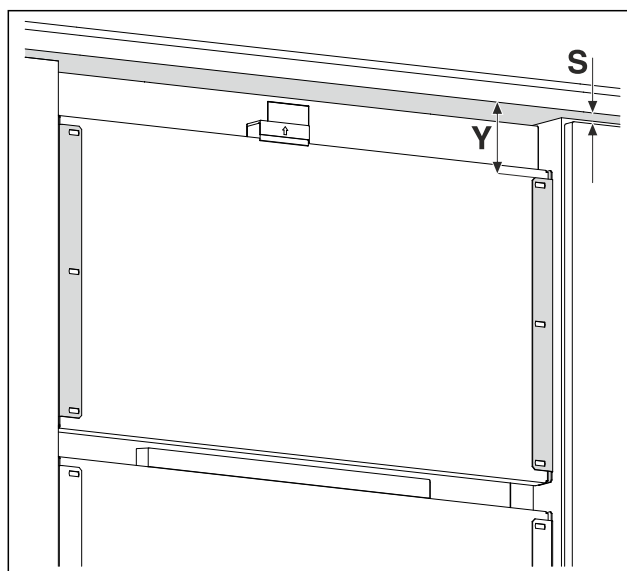

Fig. 15 Vejledende illustration
- Mål afstanden Fig. 15 (Y) fra underkanten af møbelfronten til beslaget.
- Mål afstanden Fig. 15 (S) fra underkanten af møbeldørens overkant.